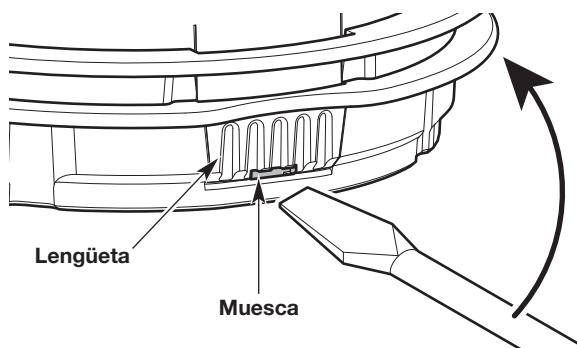

Fig. 30
- a. Inserte un destornillador de cabeza plana en la ranura de la lengüeta (Fig. 30).
- b. Incline levemente el destornillador hacia arriba y sosténgalo en el lugar (Fig. 30).